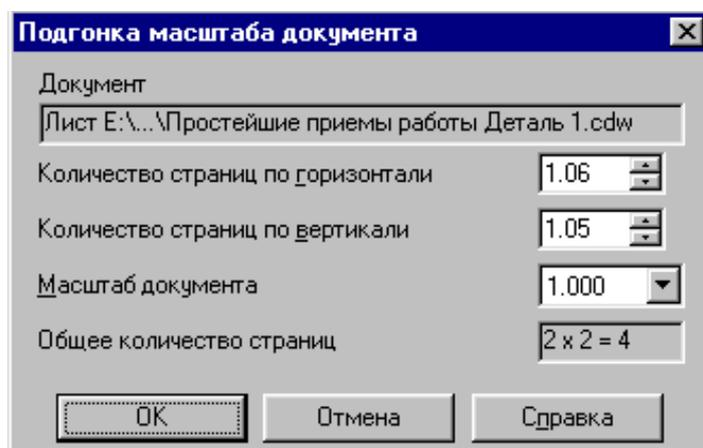

Рис. 21.18.
11.5. В окне диалога **Подгонка масштаба документа** (рис. 21.18) установите **Количество страниц по горизонтали**, равное 1. При этом автоматически изменится **Масштаб документа**, который станет равным 0,9596.